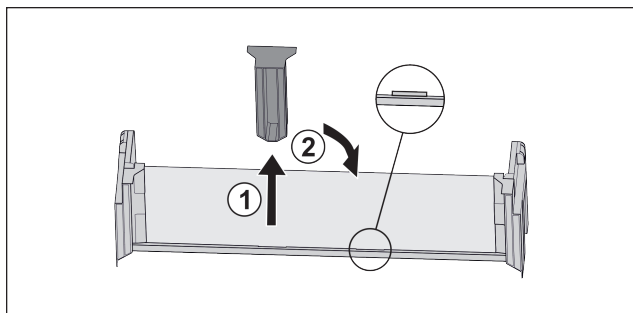

Fig. 22
- Витягнути середню деталь для підтримки Fig. 22 (1).
- Вставити середню деталь для підтримки на друге положення Fig. 22 (2).